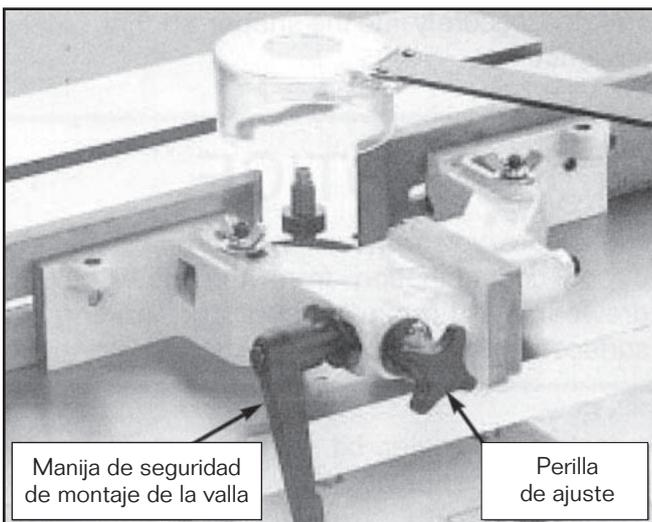

Figura 13. Manija de seguridad de montaje de la valla
1. Afloje la manija de seguridad de montaje de la valla como se muestra en la Figura 13.
2. Ajuste la posición de la valla girando la perilla de ajuste, como se muestra en la Figura 13.